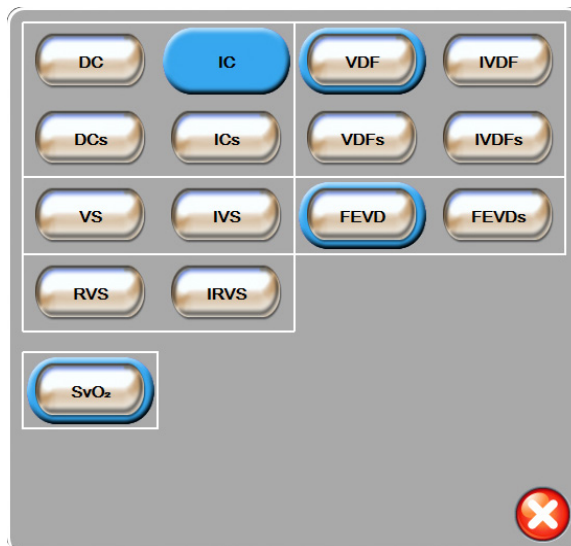

Figura 5-4 Exemplo de janela pop-up de seleção de parâmetro principal
- 2 Uma janela pop-up mostrará o parâmetro selecionado realçado com cor, e os demais parâmetros que estiverem sendo exibidos circulados com uma linha colorida. Os parâmetros disponíveis aparecem na tela sem realce. A figura 5-4 mostra a janela pop-up que aparecerá ao selecionar parâmetros contínuos e monitoramento com o módulo HemoSphere Swan-Ganz.